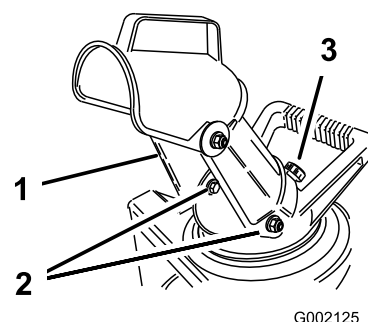

Figure 4
1. Engagez les trous latéraux de l'éjecteur sur les extrémités des boulons de chaque côté de la poignée de l'éjecteur. (Figure 4).